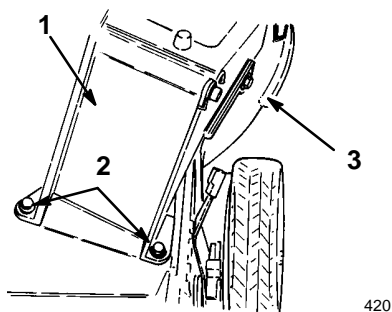

Figure 2
1. Boulons (4)
3. Mettre le conduit d'éjection en place sur le carter de tondeuse en faisant correspondre les trous d'assemblage de part et d'autre (Fig. 2).